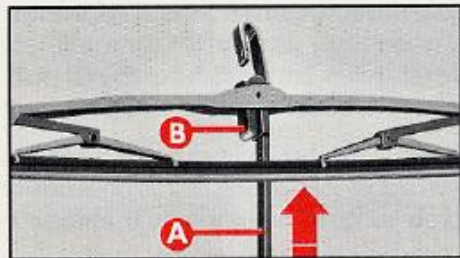

fig. 19
1) Levante el brazo **A**-fig. 19 del limpiaparabrisas y coloque la escobilla de manera que forme un ángulo de 90° con el brazo.